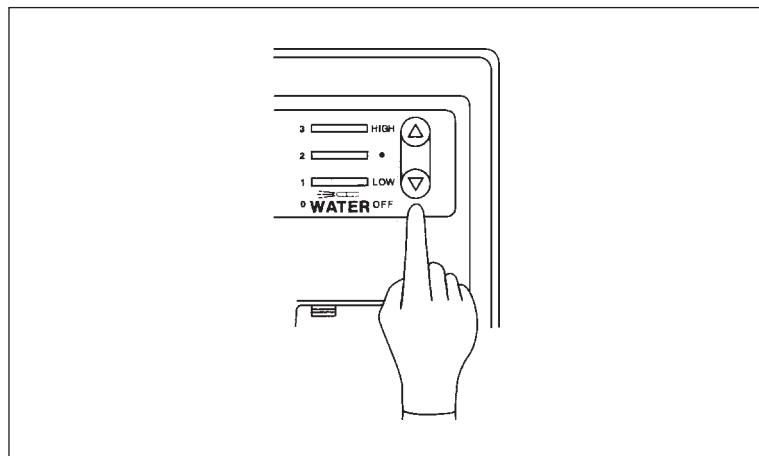

Рис. 4.6
- 2.** Установите низкий уровень подачи воды (“LOW”) (См. рис. 4.6)
- 5.** Измените уровень подачи воды на “●“ или “HIGH” и убедитесь в том, что в соответствии с этим изменяется и количество воды, поступающей из отверстия на дистальном конце ЗОНДА (См. рис. 4.6).